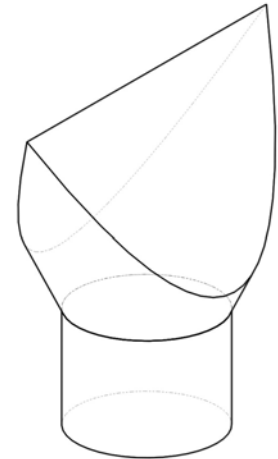

Abb. 7
- (III) Durchführung der Schnitte (Abb. 7).